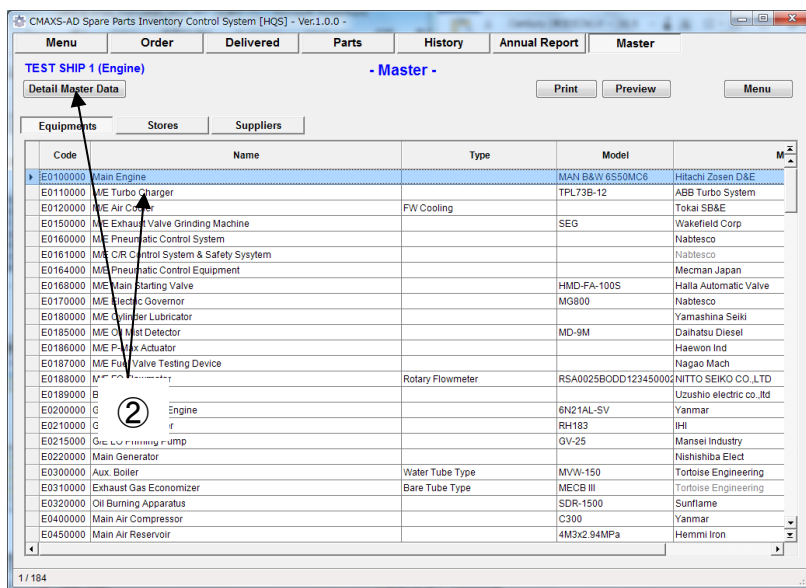

図 13-2 Master [Equipment] 画面
“Master[Equipment] 画面”(図 13-2) が表示され、画面中にデータベースの全機器が表示されます。
- (2) “Master [Equipment] ”(図 13-2) が表示されるので[Stores]を選択します。